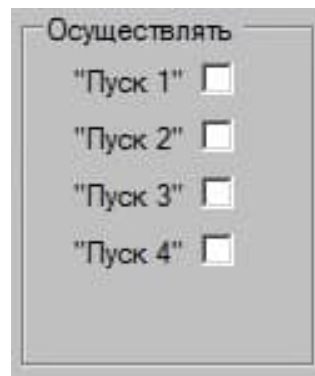

Рисунок 18 – Выбор запуска
8.12 Для каждого ШПС имеется возможность определить количество и номера выходов запуска исполнительных устройств при приёме извещения «Пожар 2» (рисунок 18).